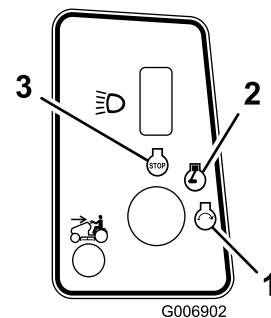

Bild 11
5. Drehen Sie den Zündschlüssel nach rechts und halten ihn auf Start (Bild 11). Lassen Sie den Schlüssel los, wenn der Motor anspringt.
2. Drehen Sie den Zündschlüssel auf „Aus“ und warten Sie, bis alle rotierenden Teile zum Stillstand gekommen sind. (Bild 11).